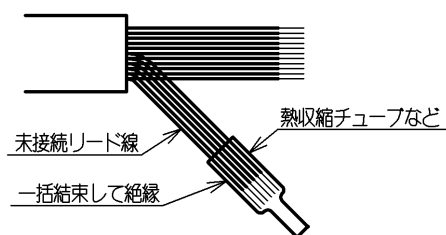

図 3 接続しないリード線の絶縁処理例
- 接続しないリード線は絶縁処理を施してください。(図 3 の様に一括結束して全体を絶縁しても構いません。)